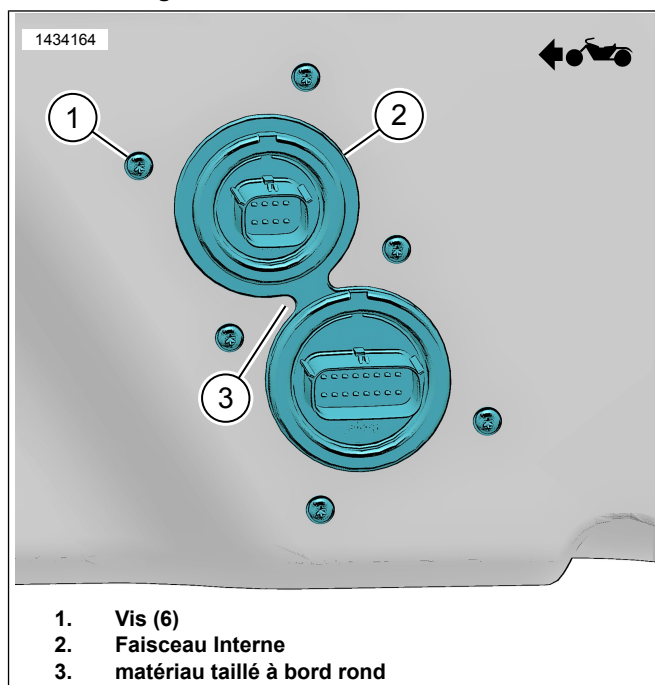

Figure 10. Faisceau intérieur
- d. Voir la Figure 10. Taillez le matériel au bord rond (3).
11. Voir la Figure 10. Installez le faisceau interne (2).